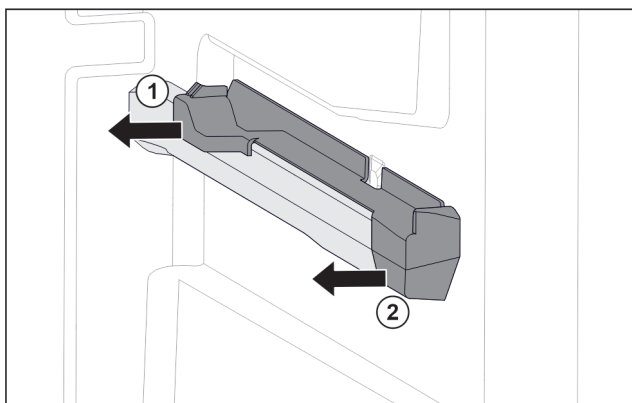

Fig. 124 右侧容器肋梁上的插装件
- ▶ 将插装件后部拉到一侧。 Fig. 124 (1)
- ▶ 将插装件前部拉到一侧。 Fig. 124 (2)